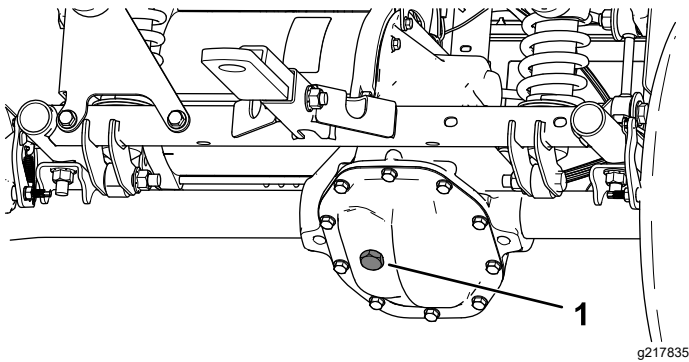

Figura 50
4. Retire el tapón de llenado del transeje (Figura 50).
4. Retire el tapón de llenado del transeje, y llene el transeje con el fluido especificado hasta que salga del orificio de llenado (Figura 50).
5. Si el nivel de fluido es bajo, retire el tapón de llenado y añada fluido del tipo especificado hasta que salga del orificio (Figura 50).